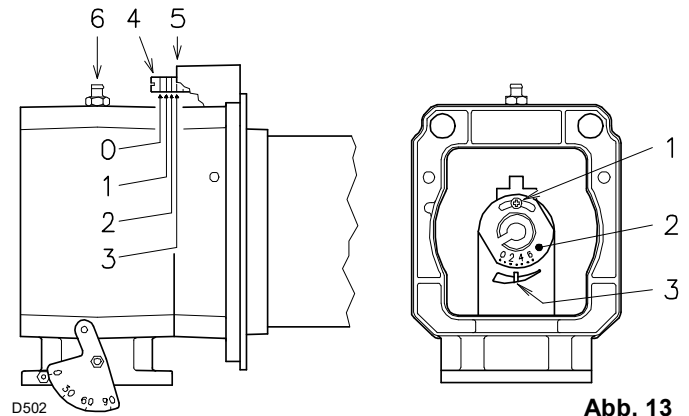
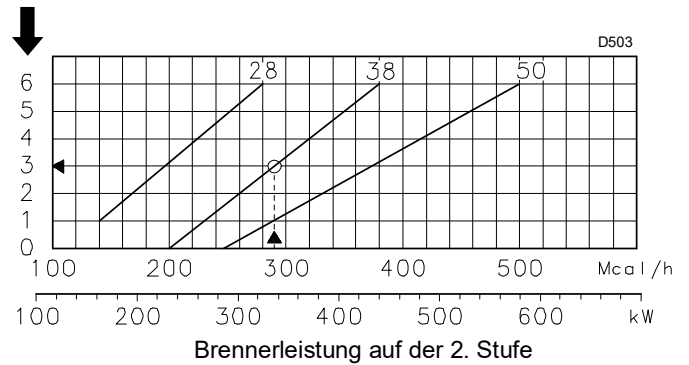

Abb. 13
Abb. 14
Finden Sie im Diagramm von (Abb. 14) die Kerbe, auf die sowohl die Luft- als auch die zentrale Gas-/Luftzufuhr eingestellt werden.
- Drehen Sie die Schraube 4)(Abb. 13), bis die gefundene Kerbe mit der Vorderfläche 5) des Flansches übereinstimmt.
Um die Einstellung zu erleichtern, die Schraube 6)(Abb. 13) lösen, die Einstellung vornehmen, dann die Schraube wieder festziehen.
- Lockern Sie die Schrauben 1)(Abb. 13) und drehen Sie die Nutmutter 2) bis die gefundene Kerbe mit dem Index 3) übereinstimmt.
Aus dem Diagramm (Abb. 14) geht hervor, dass die Einstellungen für Gas und Luft bei dieser Leistung an der Kerbe 3 vorgenommen werden.
Gasnutmutter 2)(Abb. 13 auf Seite 17) gemäß Diagramm (Abb. 14 auf Seite 17) eingestellt